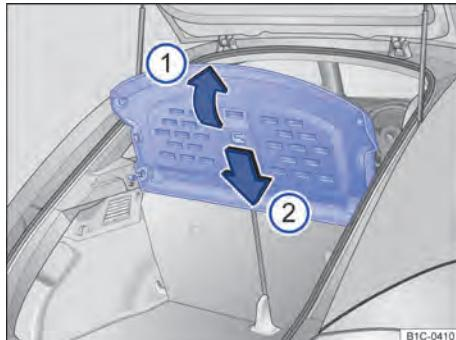

Fig. 90 No compartimento de bagagem: desinstalar e instalar a cobertura do compartimento de bagagem.
- Rebater a cobertura do compartimento de bagagem para cima \Rightarrow Fig. 90 (seta ①), até que a cobertura do compartimento de bagagem se solte dos suportes laterais.
- Empurrar a cobertura do compartimento de bagagem entre o encosto do banco traseiro e os suportes laterais \Rightarrow Fig. 90 (seta ②)